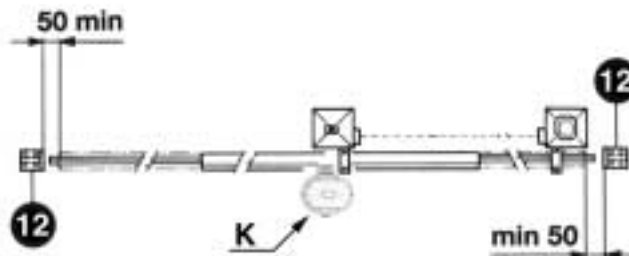

Fig. 2
Ne pas générer de zone d'écrasement (par exemple entre le vantail ouvert et la cloture) Outre les fins de course présents sur l'opérateur, il est nécessaire d'installer des butées mécaniques fixes à l'extrémité de chaque course de sorte à arrêter le portail en cas de dysfonctionnement des fins de course électriques. Pour cela, les butées mécaniques doivent être dimensionnées de sorte à supporter la poussée statique du moteur ajoutée à l'énergie cinétique du portail (12) (Fig.2).